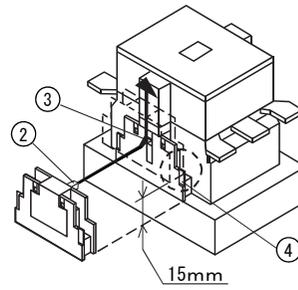

Fig. 2
- ・ 请将辅助触头单元的突出部②与交流接触器上的导向孔③对齐，然后将其推移滑动 15mm 左右，使辅助触头单元正好卡装于交流接触器的沟槽④内。(Fig. 2)
- ・ Put the projection ② of auxiliary contact unit into the dent ③ of contactor. Slide the auxiliary contact unit about 15mm, and the auxiliary contact unit will be fit into the groove ④ of contactor. (Fig.2)
- ・ 補助接点ユニットの突起部②を電磁接触器のガイド穴③に合わせ、15mm 程度スライドさせて補助接点ユニットを電磁接触器の溝④にはめ合わせてください。(Fig. 2)